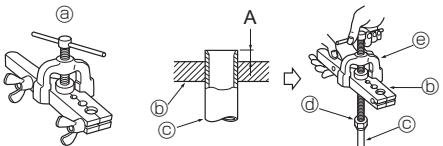

Fig. 4-6
4.2.4. Aufbiegungsarbeiten (Fig. 4-6)